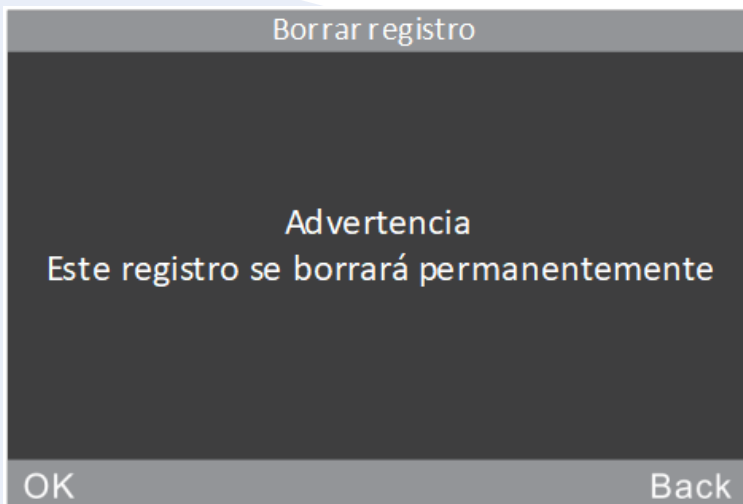

Figura 22 Advertencia sobre la eliminación de un registro
**Borrar registro:** Haga clic en "Delete record", aparecerá una interfaz de advertencia como se muestra en la figura 22. Haga clic en "OK" y el registro seleccionado será eliminado. Haga clic en "Back" para abandonar la operación actual.